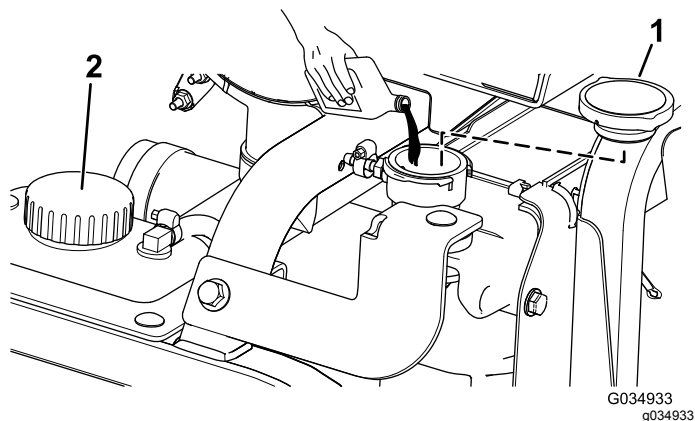

図 112
- 5. ラジエターの補給口のリップ部まで冷却液を入れる 図 112。